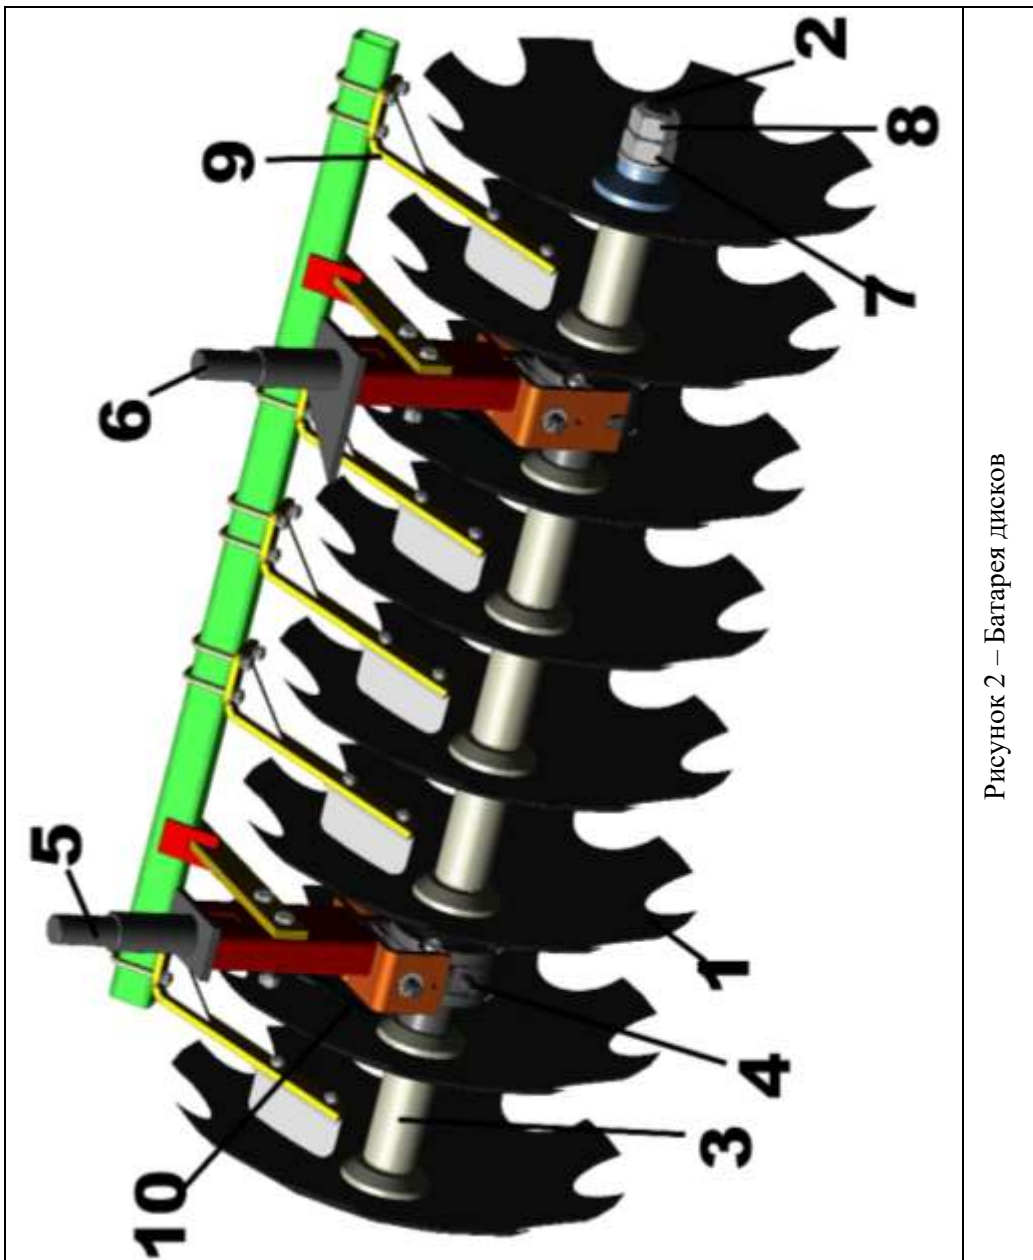

Рисунок 2 – Батарея дисков
3.5 Батарея дисков (рис. 2) являются основными рабочими органами бороны. Батарея набирается из сферических дисков 1, одеваемых на вал 2. Между дисками устанавливаются шпули 3 и два подшипниковых узла 4 со стойками 5 и 6. Батареи стягиваются гайкой 7 и стопорятся контргайкой 8.